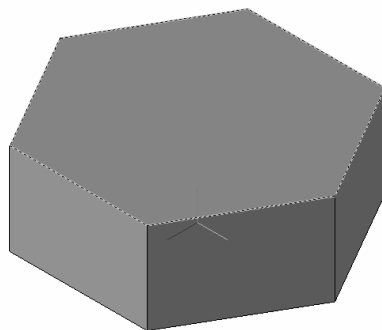

Рис. 34. Построенная призма
8. Создадим объект () (рис. 34).